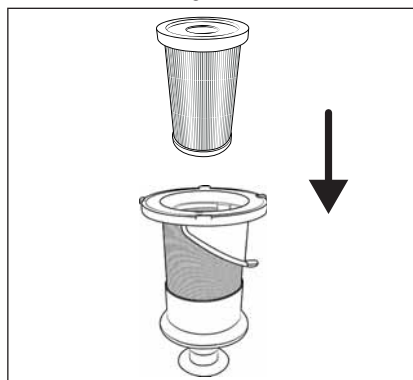

Fig. 24
- Não rode o filtro de aço inoxidável ⑥ quando o colocar no reservatório de pó ⑦. Preste atenção aos dois pontos marcados no filtro de aço inoxidável ⑥ e no reservatório de pó ⑦, para inserir corretamente o filtro de aço inoxidável ⑥.
- 7) Coloque o filtro EPA **5** no filtro de aço inoxidável **6** (ver fig. 24).